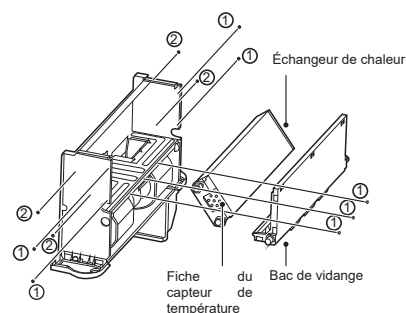

Figure 4-8 Retrait du bac de vidange et de l'échangeur de chaleur
- Comme illustré à la Figure 4-8, retirez les vis ① \*7 pour retirer le bac de vidange. Retirez ensuite les vis ② \*4 pour retirer l'échangeur de chaleur.